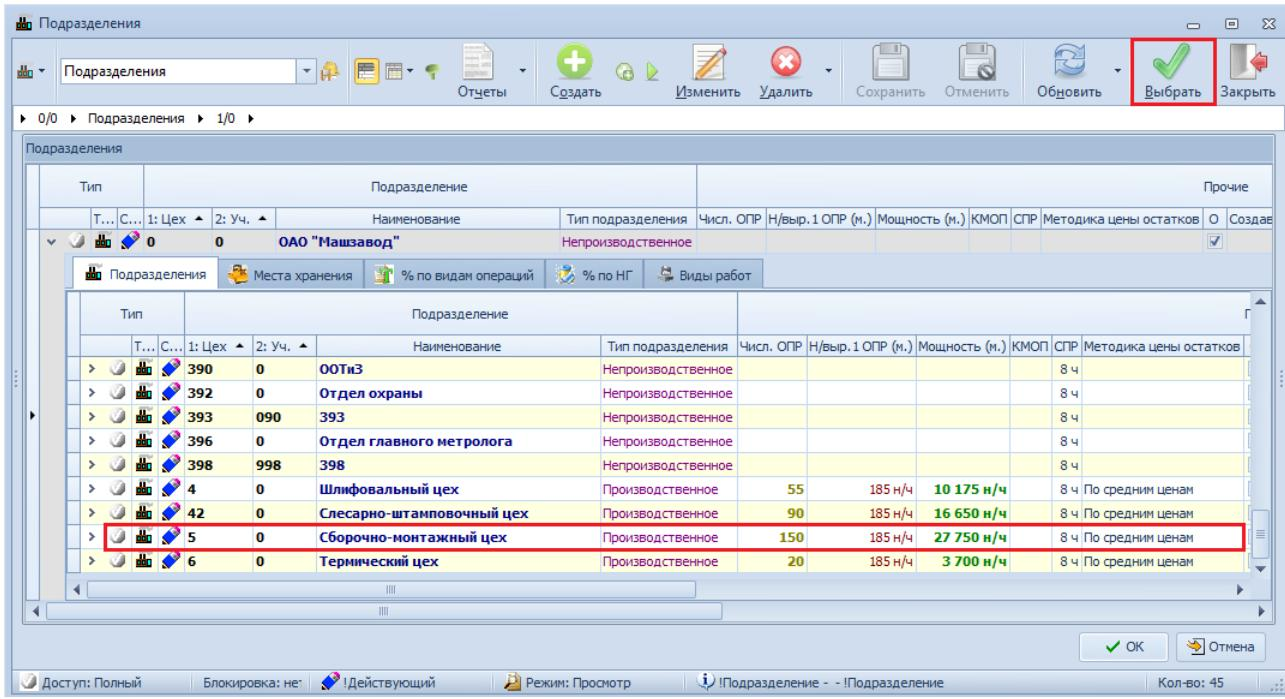

Рисунок 42. Пример выбора исполнителя в окне справочника "Подразделения"
В открывшемся окне справочника «Подразделения» выбрать нужное подразделение — один из сборочных цехов основного производства, которое будет являться исполнителем будущего Заказа, и выделить его, щёлкнув по нужной строке таблицы левой кнопкой мыши (рис. 42).
8.2 На панели инструментов окна справочника «Подразделения» нажать кнопку **Выбрать** (см. рис. 42).